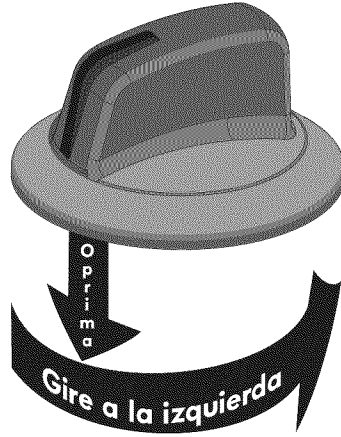

Figura 1
2. Oprima la perilla de control del quemador hacia adentro y gírela **a la izquierda** alejada de la posición 'OFF' (Apagado) (vea la Figura 1&2).